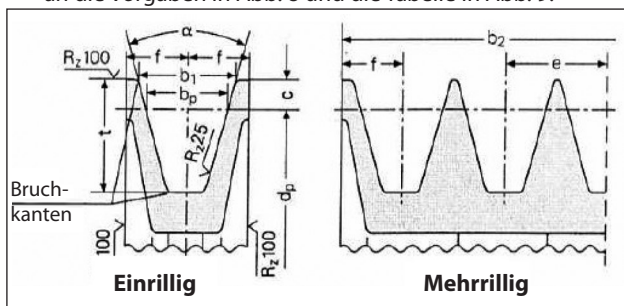

Abb. 8
- a) Verwenden Sie Riemenscheiben für Keilriemen mit den vom Riemenhersteller vorgeschriebenen / empfohlenen Rillenmaßen. In Ermangelung dieser Werte halten Sie sich an die Vorgaben in Abb. 8 und die Tabelle in Abb. 9.